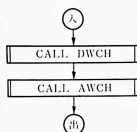

図10.16
(4) フローチャート 図10.16にフローチャートを示します。